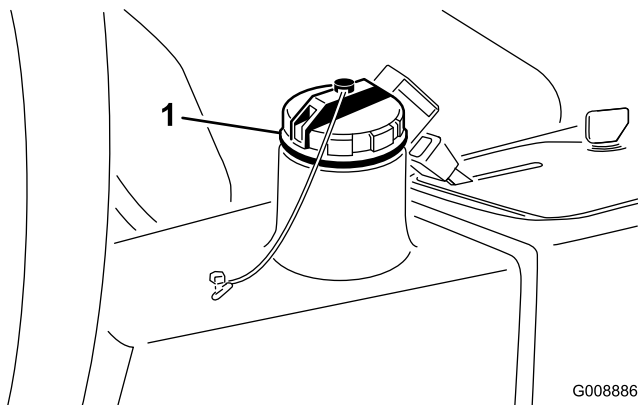

図 58
3. 油圧オイルタンク (図 58) に約 22.7 リットルのオイルを入れる；「油圧システムを点検する」を参照。